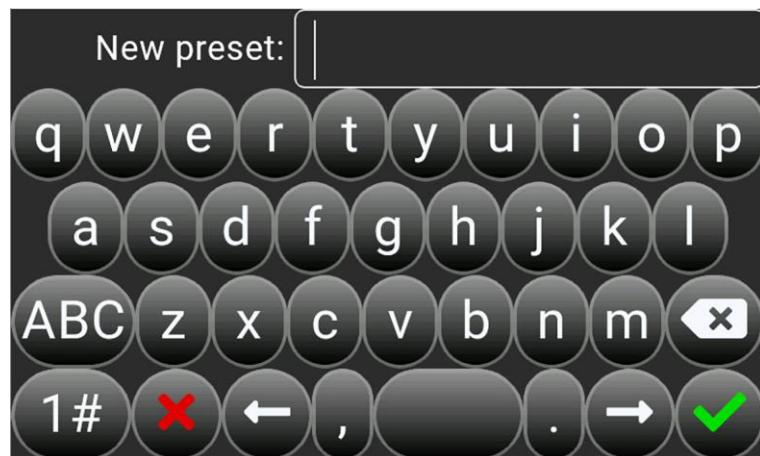

Рисунок 10.8 - Назначение имени новой пользовательской настройке
- - сохранить текущие настройки. Переход в меню для назначения имени настройки (Рис. 10.8);